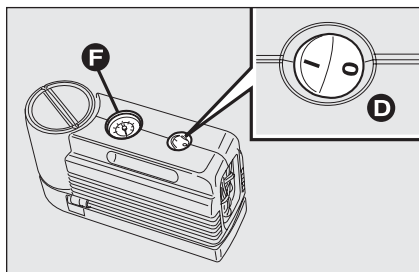
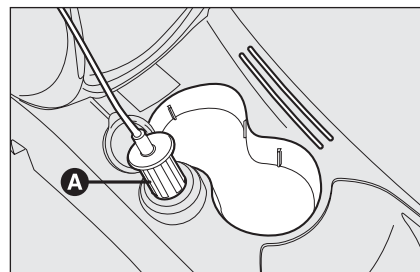

fig. 5
fig. 6
- s'assurer que l'interrupteur **D**-fig. 5 du compresseur est en position 0 (éteint), lancer le moteur, insérer la fiche **A**-fig. 6 dans la prise de courant la plus proche et actionner le compresseur en déplaçant l'interrupteur **D**-fig. 5 en position **I**-fig. 5 (allumé). Gonfler le pneu à la pression prescrite au paragraphe "Pression de gonflage" au chapitre "Caractéristiques Techniques". Nous conseillons de vérifier la valeur de la pression du pneu sur le manomètre **F**-fig. 5 quand le compresseur est éteint, afin d'obtenir une lecture plus précise;